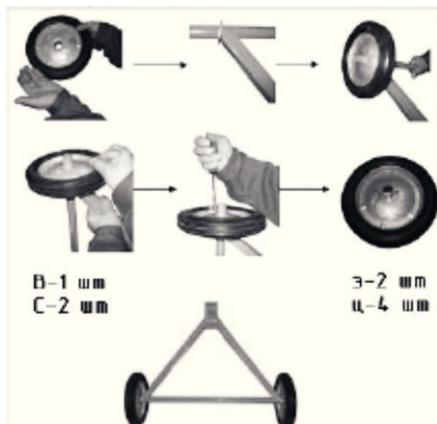

Рис. 2.
6.1. Установите на заднюю стойку (В) колеса (С) в следующей последовательности: шайба (ц), затем колесо (С), шайба (ц) и шплинт (з). Усики шплинта (з) разогните тем самым зафиксировав колеса (С) на задней стойке (В) (Рис. 2).